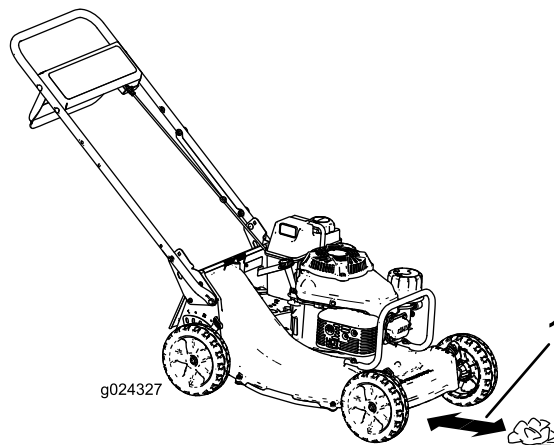

Figura 17
4. Mettete la pallina di giornale davanti alla macchina, a una distanza di 13 cm (Figura 17).